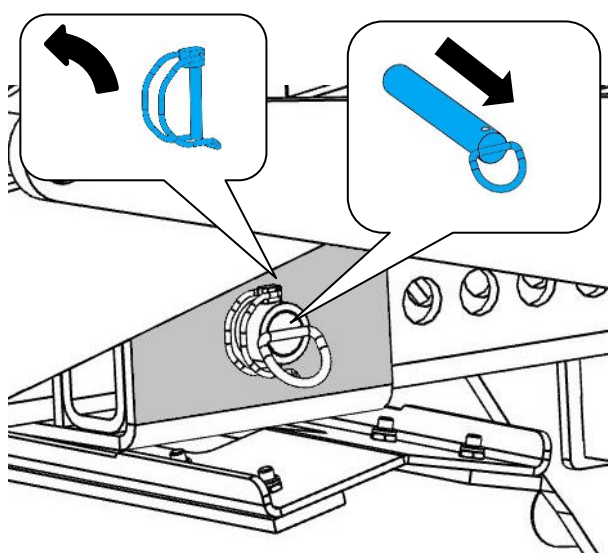

Abb. 2
2. Ta bort sprinten (1) från den nedre delen (fig. 2).
3. Dra ut insticksskruven (2) (bild 2).